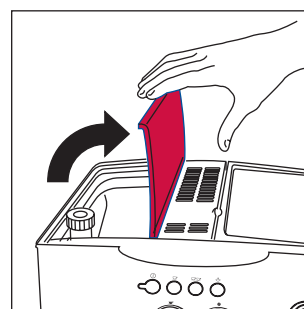

Fig.2
- Aprire il coperchio del contenitore caffè in chicchi (fig.2).